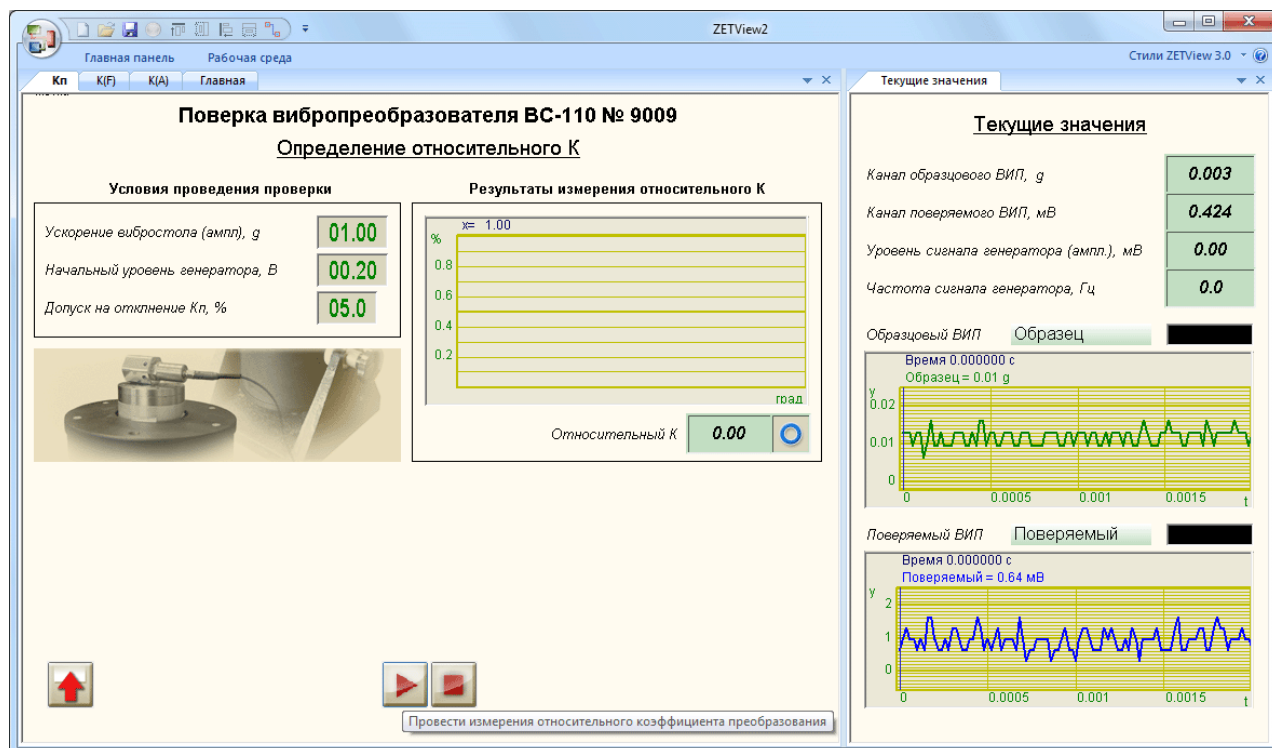

Рисунок 8.10 – Страницы «Кп» и «Текущие значения»
21. В рамке «Условия проведения измерений» указываются следующие параметры: значение виброускорения, начальный уровень генератора, допуск значение относительного коэффициента преобразования в поперечном направлении (Рисунок 8.10).